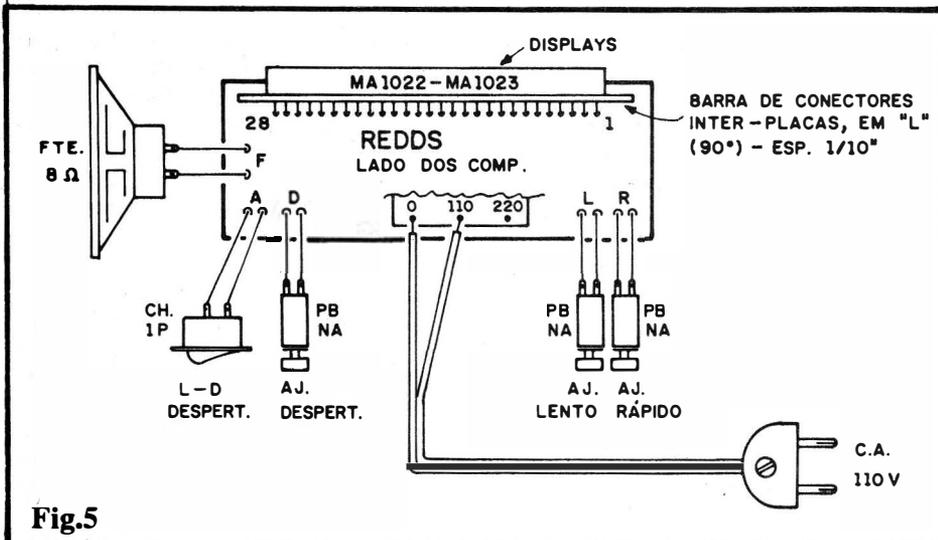
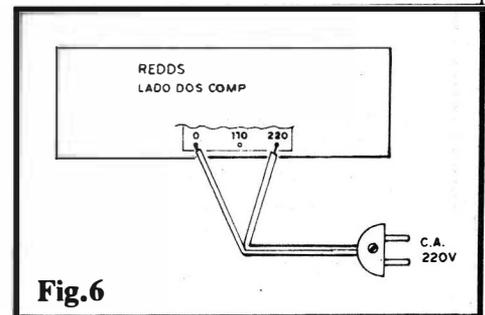

Fig.5
Fig.6
primário do transformador incorporado à placa, correspondente a uma Tensão de 110V na rede C.A. local... Para que ninguém fique com dúvidas, a fig. 6 dá os detalhes das ligações correspondentes à rede de 220V (no caso, despreza-se o fio **central** do **primário** do trafo...).
- **FIG. 5** - CONEXÕES EXTERNAS À PLACA DE "APOIO" - Ainda vista pelo lado não cobreado, agora temos a placa com as respectivas conexões externas, bem como a disposição de "casamento" eletro-mecânico com a própria placa do módulo híbrido... Quanto ao transformador, suas ligações ao "rabicho" (cabo de força com plugue C.A. na "outra" ponta...) devem ser escolhidas de acordo com a Tensão presente na rede local, ou seja: terminais "0-110" para rede de 110V ou terminais "0-220" para rede de 220V... Os três **push-buttons**, o interruptor mini, simples, e o próprio mini-alto-falante, não têm conexões polarizadas, e assim suas ligações são simples, não "preocupantes"... Final-
- **FIG. 6** - CONEXÕES AO "RABICHO" PARA REDE DE 220V - Conforme já foi mencionado, o diagrama da fig. 5 detalha as ligações do
Por razões mais do que óbvias, um relógio deve funcionar ininterruptamente, assim o REDDS não tem um "interruptor geral": é ligar o plugue do "rabiço" a uma tomada da parede (verificar antes se a Tensão da rede local está "nos conformes" das conexões, indicadas previamente nas figs. 5 ou 6...) e pronto! Inicialmente, o **display** do REDDS mostrará um horário qualquer, "sem valor", com a característica significativa de "piscarem" todos os dígitos, simultaneamente... Sempre que o **display** se manifestar "piscando" (acendendo e apagando a intervalos regulares, à razão de 2 Hz...), isso deve ser interpretado como um aviso: "-Estou errado... Preciso ser acertado...". Se, durante o funcionamento normal do REDDS, "faltar força" na rede C.A. local, o **display** se apagará... Ao retornar a energia, o **display** volta "piscando", também para indicar que há erro na hora mostrada, "precisando de acerto"...